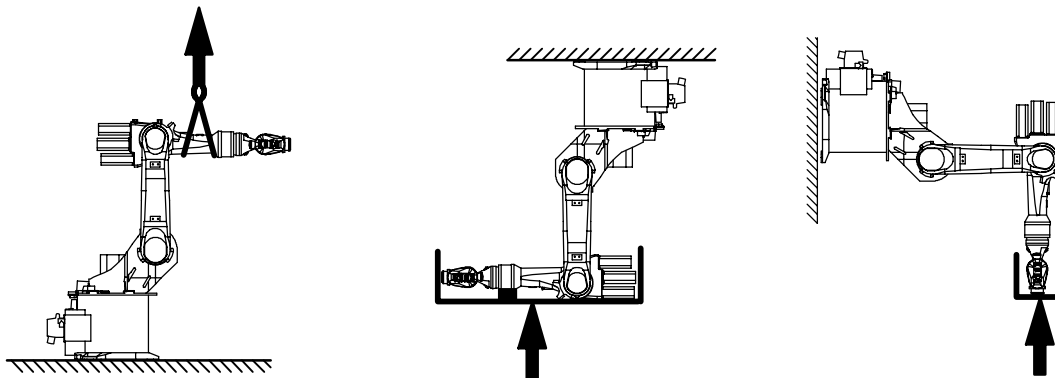

Fig. 122 Blocage du bras (schéma)
- (1) Bloquer le bras.
- (2) Amener l'épaule – si cela est encore possible – à la verticale, le bras à l'horizontale (Fig. 122). De plus, pour les robots montés au mur, amener A 1 en position zéro.
- (3) Bloquer le bras de manière appropriée, par ex. avec un dispositif de levage ou une cale par le bas (Fig. 122).
- (4) Fixer l'entraînement de l'axe majeur A3 (3) avec quatre vis à six pans creux M8x25-8.8 (4).
- (5) Serrer en croix avec une clé dynamométrique les vis à six pans creux (4) jusqu'à l'obtention du couple de serrage M_A prescrit en procédant par étapes ($M_A = 23 \text{ Nm}$).
- (6) Connecter les connecteurs XM3 (1) et XP3 (2).
- (7) Enlever le dispositif de levage ou la cale du robot (Fig. 122).
- (8) Ramener le robot éventuellement dans sa position de montage initiale.
- (9) Procéder au réglage du point zéro (voir manuel logiciel KR C4, chapitre "Mise en service", paragraphe "Calibrage/Décalibrage du robot").